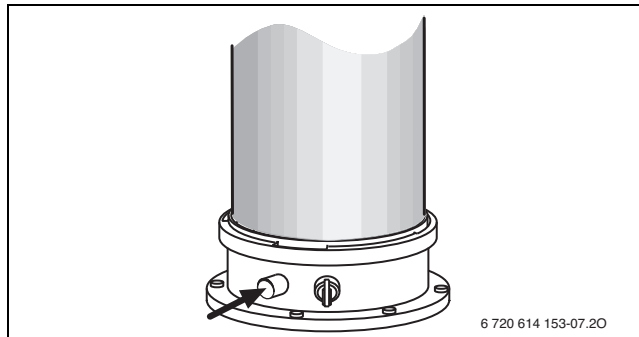

Рис. 37 Измерительный штуцер дымовых газов
- ▶ Откройте винт для измерения разности давлений газового клапана (→ рис. 37, стр. 44).